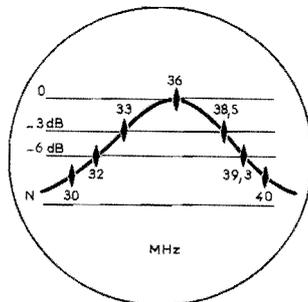

Fig. 36. —  $L_1$  ajoutée ici son effet.
f) Après avoir ôté la résistance d'amortissement de  $100 \Omega$ , la bobine  $L_1$  est ajustée pour centrer maintenant la courbe sur 36 MHz (voir Fig. 36).